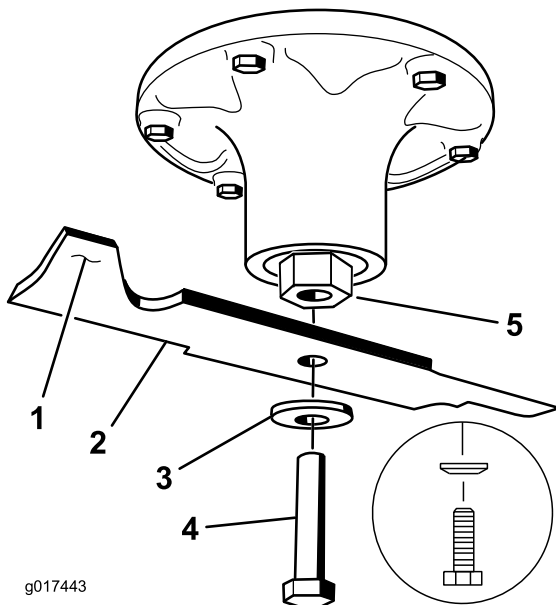

Figure 99
2. Enlevez de l'axe le boulon, la rondelle bombée et la lame (Figure 99).
1. Placez la lame sur l'axe (Figure 99).
2. Montez la rondelle bombée et le boulon de lame (Figure 99).